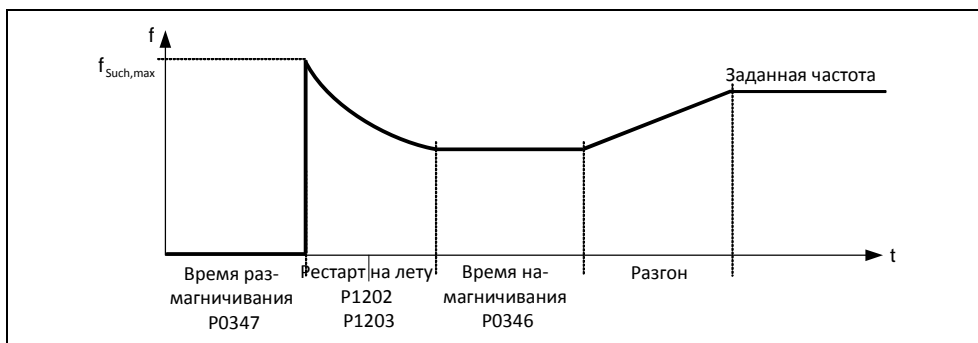

Рис. 3-82 Рестарт на лету
В зависимости от параметра P1200 по истечении времени размагничивания P0347 запускается рестарт на лету с макс. изменяемой частотой $f_{\text{Such,max}}$ (см. рис. 3-82).
- U/f-характеристика (P1300 < 20): Со скоростью поиска, вычисляемой из параметра P1203, частота поиска снижается в зависимости от тока промежуточного контура. При этом подается спараметрированный ток поиска P1202. При нахождении изменяемой частоты вблизи от частоты ротора ток промежуточного контура внезапно изменяется, так как нарастает поток в двигателе. Если это состояние достигнуто, то изменяемая частота поддерживается постоянной и выходное напряжение изменяется с временем намагничивания P0346 на значение напряжения характеристики U/f (см. рис. 3-82).